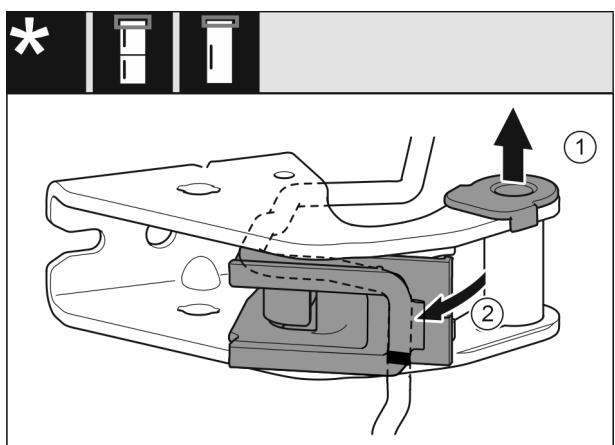

Fig. 26
- Извадете лагерната втулка от водача. Fig. 26 (1)
- Завъртете навън кабелния държач. Fig. 26 (2)